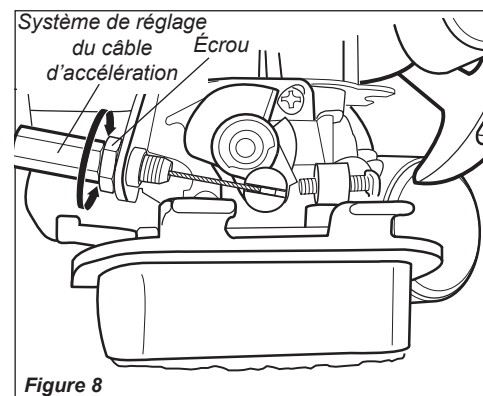

Figure 8
2. Desserrer l'écrou du système de réglage. Voir figure 8.
3. Serrer ou desserrer le système de réglage du câble d'accélération de façon à obtenir un jeu adéquat de 4-6 mm. Voir figure 8.